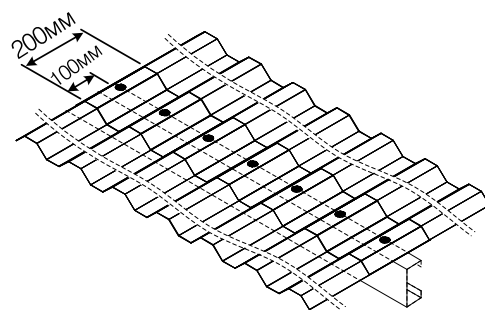

Рисунок 1
- Рекомендуемая длина нахлеста 200 мм. Нахлест каждой панели - 100 мм от линии фиксации на опоре (рис. 1).